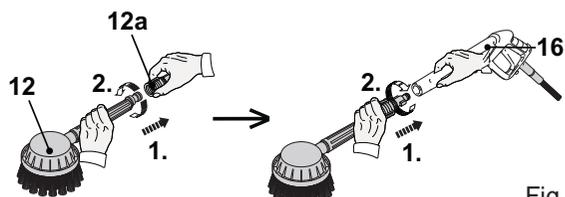

Fig. 15
1. Vissez l'adaptateur (12a) sur la brosse rotative (12). Puis alignez les languettes de l'adaptateur (12a) avec les rainures du pistolet (16) et emboîtez-le.
2. Montez l'accessoire en le tournant dans le sens des aiguilles d'une montre pour le verrouiller (Fig. 15).